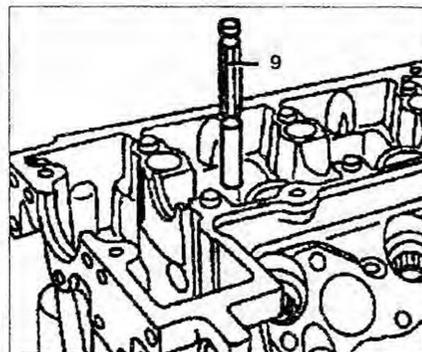

Рис. 2.37. Проверьте диаметр направляющей втулки с помощью инструмента 9.
18. Проверьте диаметр направляющей втулки с помощью инструмента 9 (рис. 2.37).